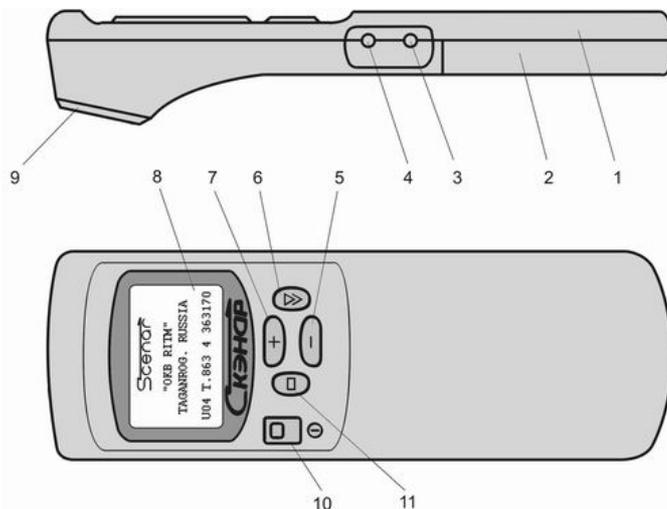

Рисунок 1.
4.1 Корпус аппарата состоит из верхней крышки с индикатором 1 (рисунок 1), корпуса со встроенным электродом 9 и крышки батарейного